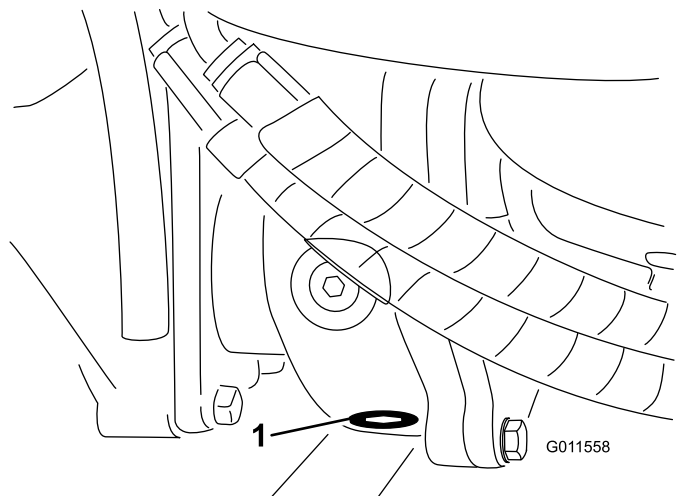

Рисунок 108
- Очистите область вокруг пробки сливного отверстия в нижней части редуктора (Рисунок 108).